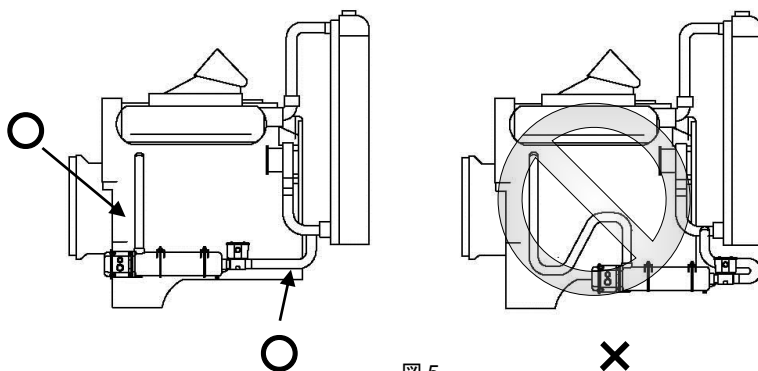

図 5
排水口のネック部分が上を向いた状態で、水平にヒーターを取り付けます。ヒーターの排水口は、クーラントを戻すエンジン上の位置の真下に配置します。ヒーターを適切な位置に取り付けることによって、排水ホースに水平な部分ができたり、下にたるむ部分ができたりして循環が妨げられるのを防止できます。図 2 および図 5 を参照してください。
ヒーターの排水口: ヒーターの排水口とエンジン側のクーラント吸水口との間にホースを取り付けます。このとき、ヒーターからエンジンへの流れの途中でホースが下向きにならないようにします。図 5 を参照してください。
ヒーターの吸水口: ヒーターの吸水口とエンジンのクーラント排水口との間にホースを取り付けます。このとき、ホースの途中で山状の部分ができないようにしてください。図 5 を参照してください。
1. 空気だまりが存在する。ホースが丸まっている、エンジンの上部にかかっている、長すぎる、ねじれているなどの原因で、ホースに空気だまりが発生することがあります。図 5 を参照してください。